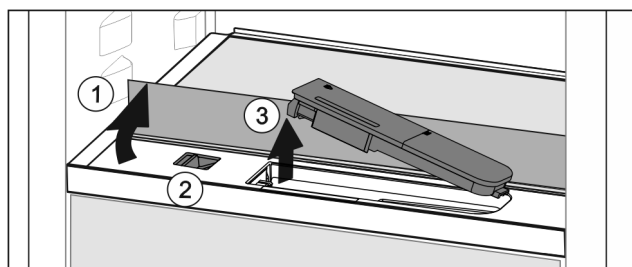

Fig. 119
- ▶ Levante la plancha de cristal y pliéguela hacia detrás hasta que haga tope *Fig. 119 (1)*.
- ▶ Desplace el control deslizante *Fig. 119 (2)* hacia la izquierda.
- ▶ Retire el depósito de agua *Fig. 119 (3)*.